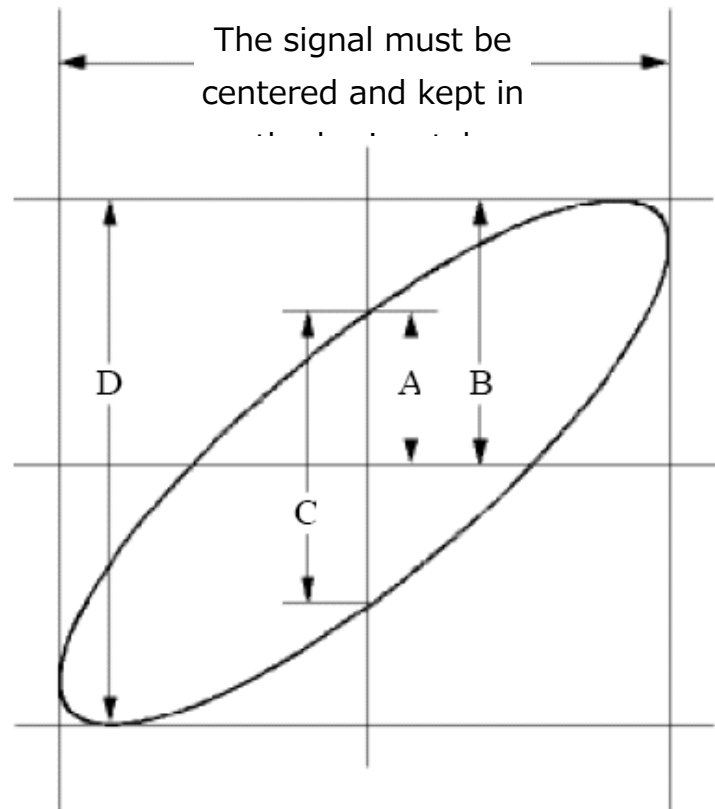

Figure 7-6 リサーチ図
- (1) プローブ・メニューでプローブ減衰比を 10X、プローブの減衰比をスイッチで 10X に設定します・詳細は "プローブ減衰比の設定" を参照ください。
- (2) 回路の入力信号に CH1 プローブを、出力信号に CH2 プローブを接続します。
- (3) **CH1**～**CH4** ボタンを押して、CH1 と CH2 をオンにし、CH3 と CH4 をオフにします
- (4) **Autoset** を押します。オシロスコープが自動設定を実施して 2 つのチャネル波形が表示されます。
- (5) **CH1** を押して **Lower Knob** と **Upper Knob** を回し、**CH2** を押して **Lower Knob** と **Upper Knob** を回して、波形の振幅がおおむね同じくらいになるように調整します。
- (6) **Home** をタップしてメニュー・パネルを開き、**XY** をタップして **ON** にすると XY 表示になり、リサージュ図が表示されます。
- (7) **Lower Knob** と **Upper Knob** を回して波形をさらに調整します。
- (8) 楕円の形状から、位相差を計算することができます（Figure 7-6）。